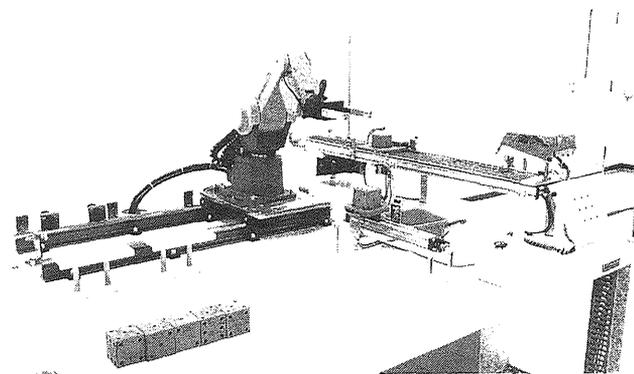

図2 加工セルの外観
②加工セル：図2に外観を示す。無人搬送車から受け取ったワーク移載用コンベア上のパレットから、垂直多関節ロボットにより未加工のワークを取り出し、ワーク供給・排出装置に置く。